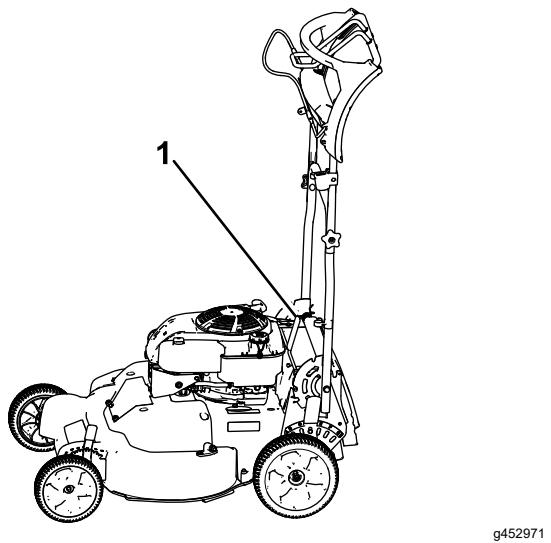

Figura 38
1. Bloccate la stegola in posizione verticale (Figura 38); vedere Regolazione dell'altezza della stegola (pagina 12).